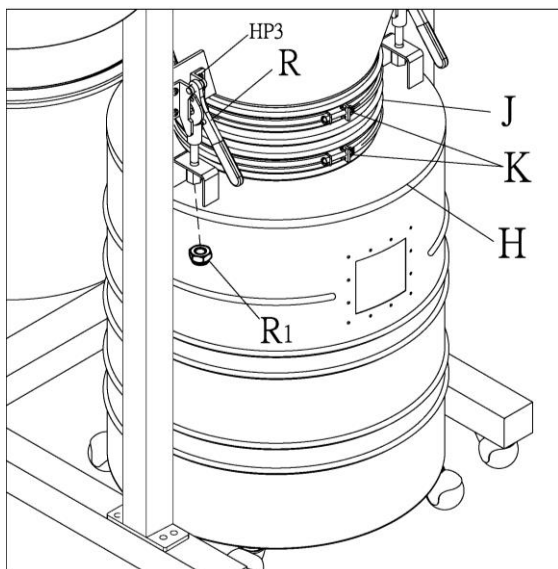

Figure 12
17. Installez le flexible (J) sur le cône et la lèvre du cylindre, puis sécurisez avec deux serrages du flexible (K), en haut et en bas. Voir la Figure 12.
20. Tirez vers le bas les leviers rapides (R, Figure 12), puis montez la lèvre du cylindre (H, Figure 12) sur les leviers rapides. Serrez l'écrou long (R1, Figure 12) sur chaque levier rapide.